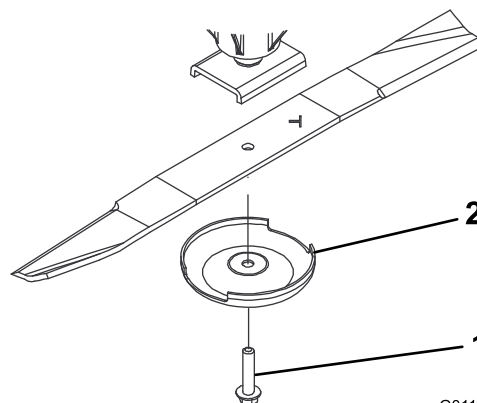

Рисунок 101
- Снимите болт ножа, защитный колпак и нож с вала шпинделя (Рисунок 101).